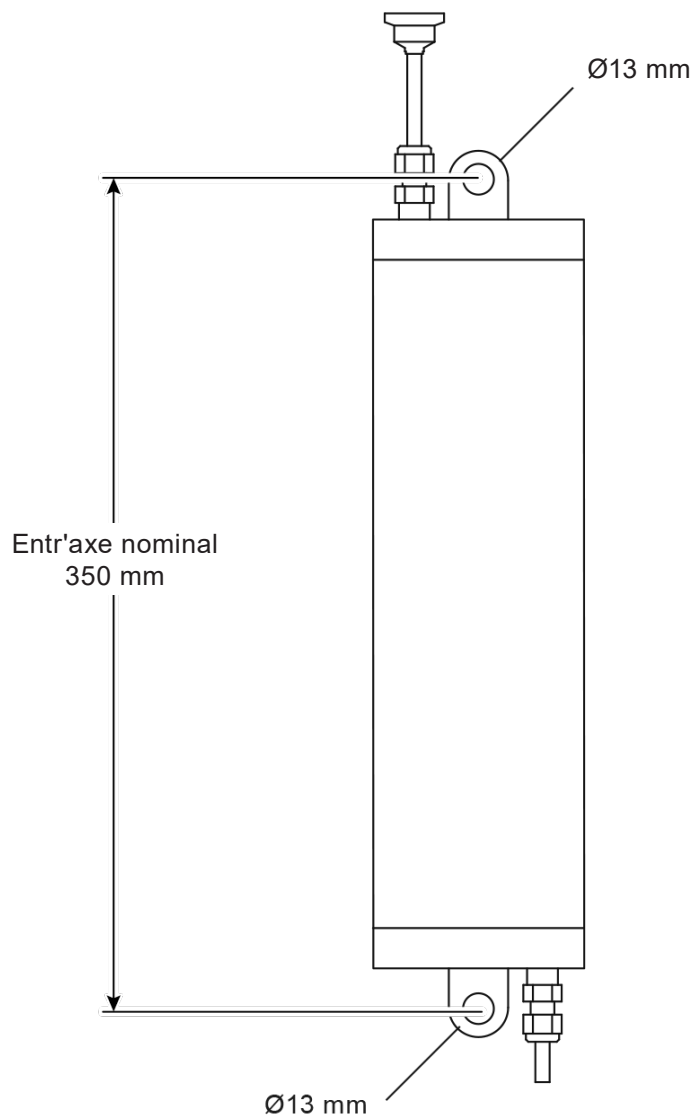

Fig. 2
- Le refroidisseur d'échantillon doit être monté verticalement, en utilisant les pattes de fixation et vis (voir Fig. 2).